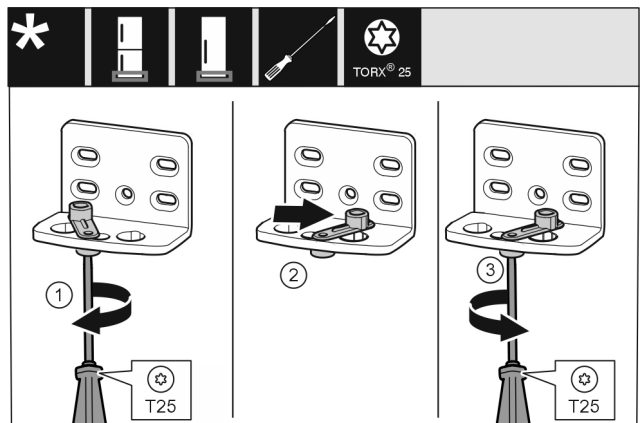

Fig. 17 *
- ▶ Voľne zaskrutkujte skrutku Fig. 17 (1) skrutkovačom.*
- ▶ Nadvihnite pomôcku na zatváranie dverí Fig. 17 (2) a otočte ju o 90° doprava v otvore.*
- ▶ Pevne utiahnite skrutku Fig. 17 (3) skrutkovačom.*